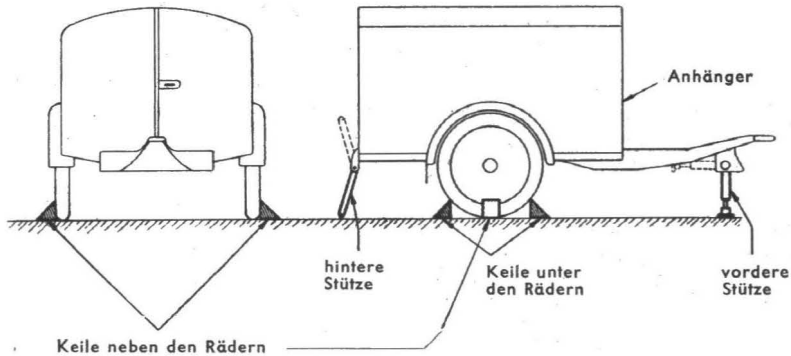

Bild 33
- Die Räder sind nach Bild 33 zu verkeilen. Die Keile sind mit starken Nägeln am Boden zu befestigen. Die Keile werden in der Regel durch die Bahnverwaltungen geliefert.